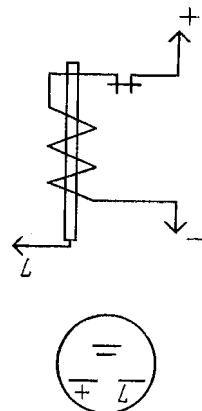

Рис. 356. Электрическая схема реле РС 493
- реле прерывистого сигнала включения стояночного тормоза РС 493 (рис. 356);